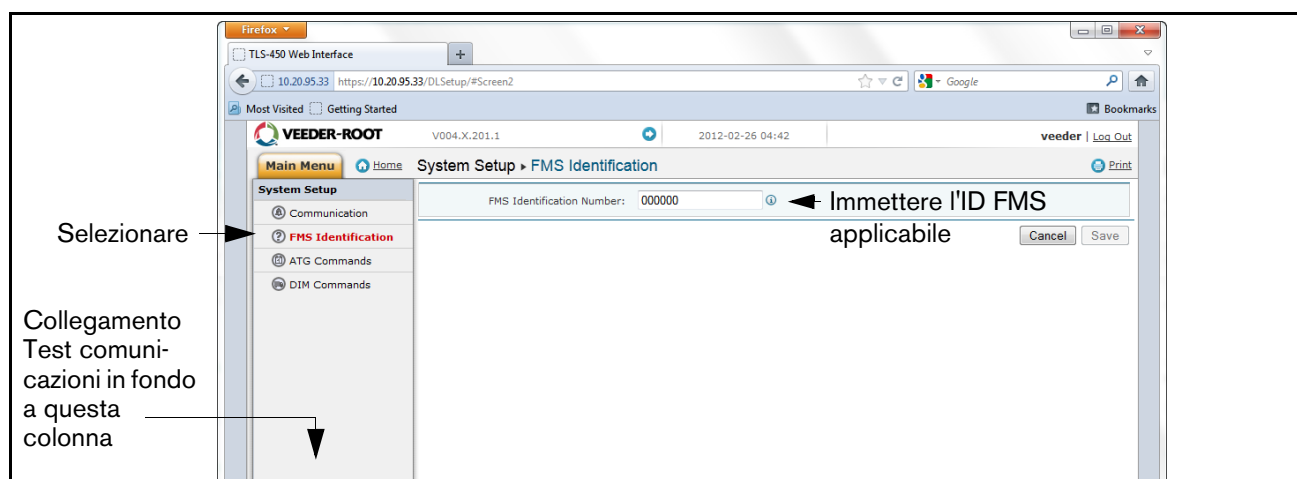

Figura A-14. Voce ID FMS di esempio
16. Selezionare la schermata "Identificazione FMS" e immettere il numero di identificazione del sito FMS di sei cifre. Quindi fare clic sul pulsante "Salva" (vedere la Figura A-14).